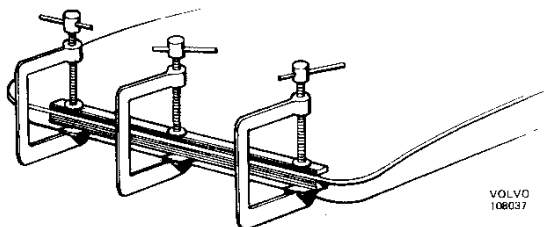

Abb. 38 Innen und Außengerüst der Kunststoff-Heckklappe mit Schraubzwingen zusammengepreßt
8. Fugenstöße zusammenfügen und mit Hilfe von Schraubzwingen (Abb. 38) oder Schweißzangen sowie untergelegten Holzleisten zusammenpressen. Die Spannzeuge sollen im Abstand von ca. 5 cm angesetzt werden.